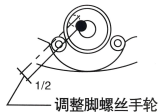

图10
- a. 旋转脚螺丝手轮，使水泡向刻画圈中心移动偏移量的 $1/2$ 。(图 10)